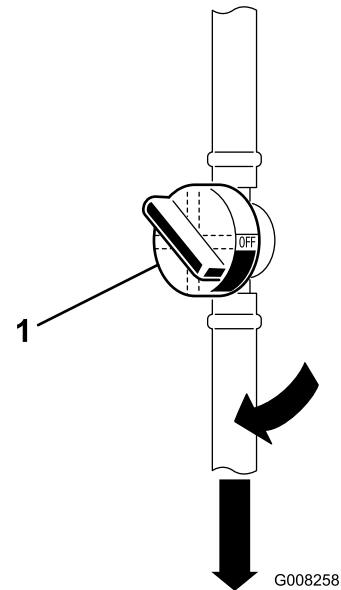

Figura 11
1. Aprite la valvola di intercettazione del carburante (Figura 11), situata tra il serbatoio del carburante e il motore.